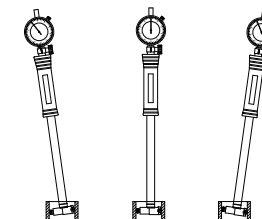

fig.1
(1) Taille de l'ensemble : Choisissez l'enclume, la tige d'extension et la rondelle en fonction de la taille de la pièce à usiner, puis installez-les comme indiqué dans les figures suivantes, en veillant à ce que chaque pièce soit installée de manière stable. Utilisez une clé pour serrer l'enclume lorsque la portée est inférieure à 35 mm. Appuyez plusieurs fois sur le point de contact après l'installation, l'aiguille de l'indicateur se déplacera doucement et souplement.
(2) Définir la taille de l'étalonnage : Choisir une bague de réglage, un micromètre extérieur ou un trou standard dont le diamètre et la précision sont connus, nettoyer les faces de mesure avec un chiffon doux.
(3) Réglez le zéro (comme le calibre à anneau de réglage par exemple) : Insérez la jauge d'alésage dans la bague de réglage et faites bouger la jauge d'alésage (fig.1) pour trouver le "point de rotation" de l'aiguille. Desserrez la vis de blocage de la lunette et tournez la lunette pour faire coïncider la "ligne zéro" avec le "point de rotation", puis resserrez la vis de blocage de la lunette. Faites osciller le calibre d'alésage plusieurs fois pour vous assurer que la "ligne zéro" coïncide avec le "point d'inflexion".